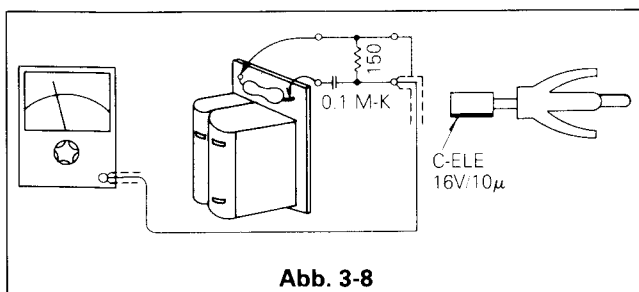

Abb. 3-8
1. Schließen Sie den Audio-Eingang mit RCA-Kurzschlußstecker (siehe Abb. 3-8) kurz. Stellen Sie das Gerät auf Aufnahme.
2. Schließen Sie ein Wechselspannungsvoltmeter mit dem Hochpassfilter über den Widerstand auf der Anschlußplatine des A/C Kopfes an. Siehe Abb. 3-8.